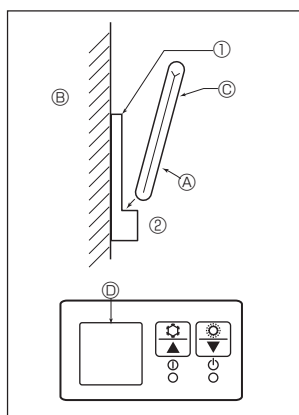

Fig. 6-7
2) Metoda instalacji (Fig. 6-7)